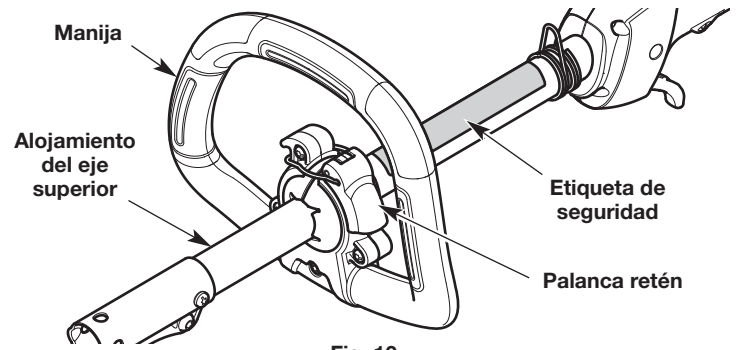

Fig. 10
7. Mantenga la unidad en la posición de funcionamiento (Fig. 18). Mueva la manija hacia arriba o abajo del alojamiento del eje superior hasta que esté en una posición cómoda (Fig. 10). Compruebe que la manija esté ubicada más allá del extremo de la etiqueta de seguridad (Fig. 10).
1. Levante la palanca retén para aflojar la manija (Fig. 10).
2. Mantenga la unidad en la posición de funcionamiento (Fig. 18). Mueva la manija hacia arriba o abajo del alojamiento del eje superior hasta que esté en una posición cómoda (Fig. 10). Compruebe que la manija esté ubicada más allá del extremo de la etiqueta de seguridad (Fig. 10).